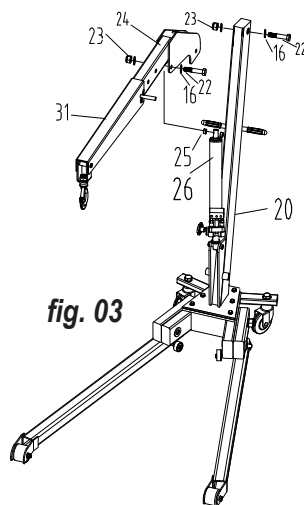

fig. 03
- Zie afbeelding 03: Gebruik de zelfaantrekkende moer #23 en de bout #22 om pomp #26 te bevestigen.